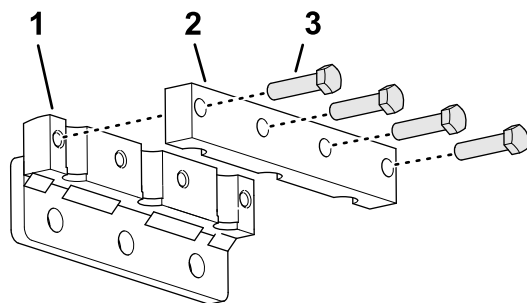

図 40
1. タインホルダーにタインクランプを仮止めする 図 40 ボルト3/8 x 1 1/2" 4 本を使用する。この時点ではまた本締めしないこと。